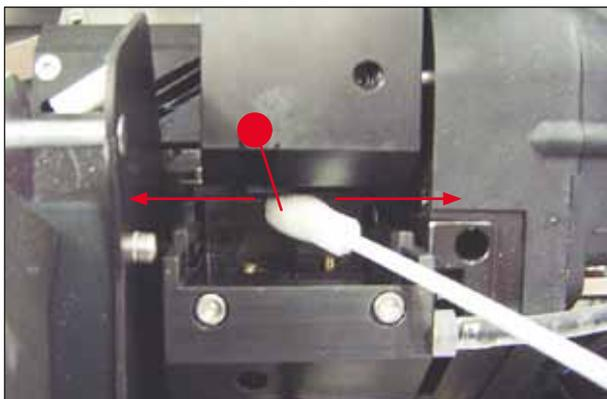

Рис. 54
5. Осторожно вставьте палочку в зазор под печатающей головкой (→ "Рис. 54") и легким нажатием вверх (на печатающую головку) переместите из одной стороны в другую (ок. 10 раз). Отложения засохших чернил отделяются и удаляются.